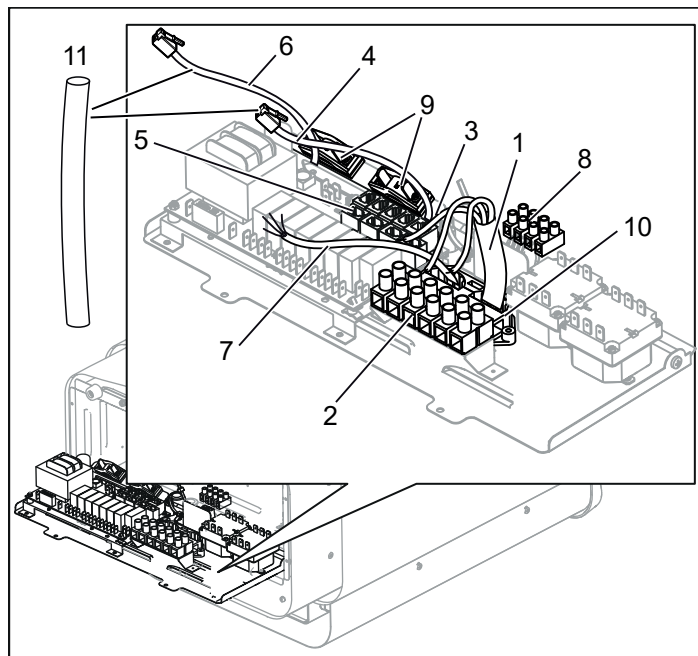
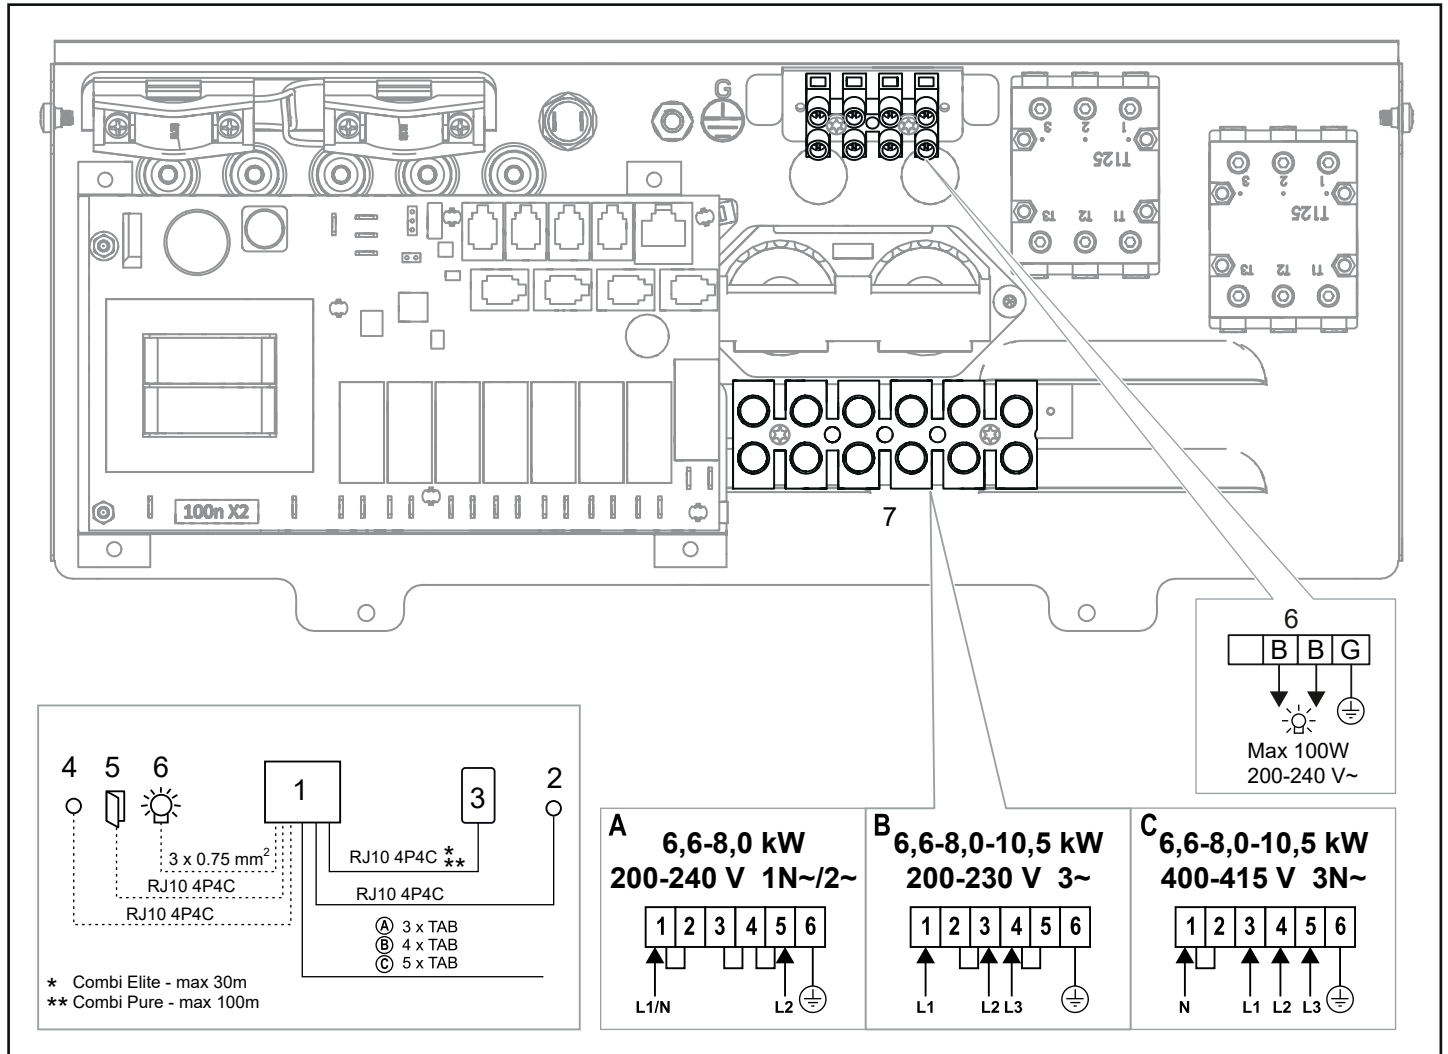
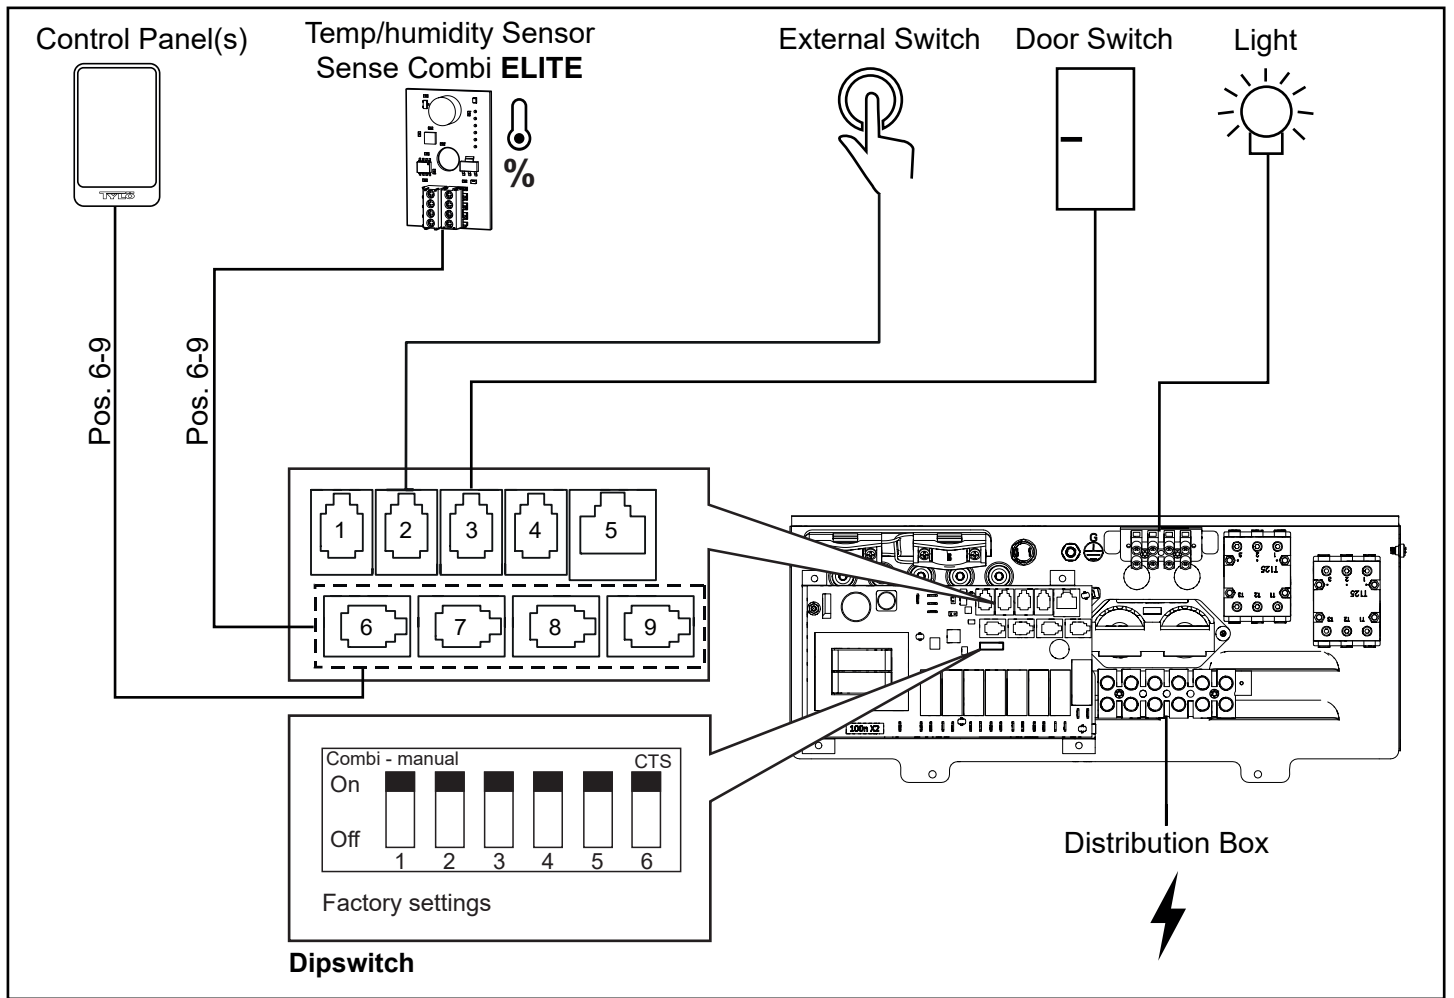

Рисунок 10: Монтажная плата
Рисунок 17: Схема соединений
Рис. 19. Схема установки Sense Combi Elite
- Подключите электрический кабель (см. Рисунок 10) согласно схеме соединений (см. Рисунок 17).
- Проведите кабель для панели управления и датчика температуры через проходные кабельные втулки (см. Рисунок 10). Подключите кабель панели управления к одному из четырех контактов RS485 (позиции 6-9) (см. Рисунок 19, 20).
**Combi Elite:** Подключите кабель датчиков влажности и температуры к одному из четырех контактов RS485 (позиции 6-9) (см. Рисунок 19).
- Подключите кабель освещения (если таковой имеется), см. Рисунок 10, согласно схеме соединений, Рисунок 17.